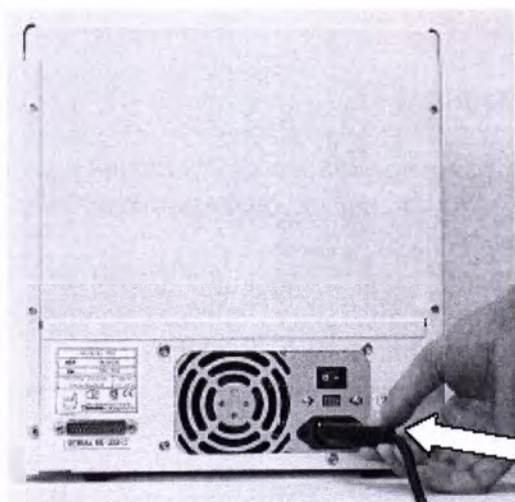

Рис.5.3. Подсоединение сетевого кабеля
2. Подсоедините сетевой кабель к сетевому разъему в левом нижнем углу на задней панели прибора (Рис.5.3.). Если нужен не тот сетевой кабель, который поставляется с прибором, а какой-либо другой, используйте только кабели, сертифицированные местными уполномоченными органами. Перед подключением сетевого кабеля в сеть убедитесь, что сетевой переключатель напряжения (115/230 V) в левом нижнем углу на задней панели прибора (Рис.4.3.) установлен
3. Выключите прибор (OFF) и отсоедините кабель электропитания (Рис. 5.3).